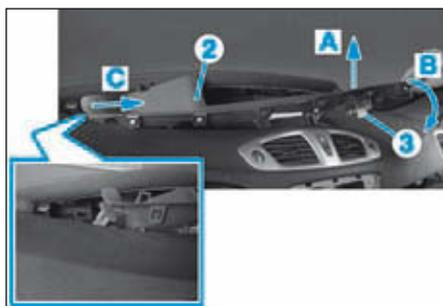

FIG.18
- Dégrafer le côté droit de l'enjoliveur inférieur (2) (flèche A) (Fig.18).
- Ecarter l'enjoliveur pour débrancher le connecteur du bouton de commande (3).
- l'enjoliveur inférieur (2),